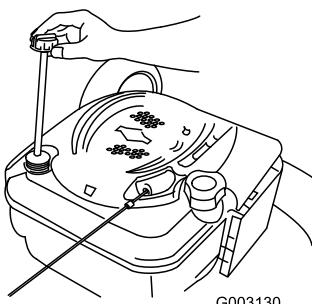

Figure 34
- Retirez la jauge de niveau du tube de remplissage (Figure 34).